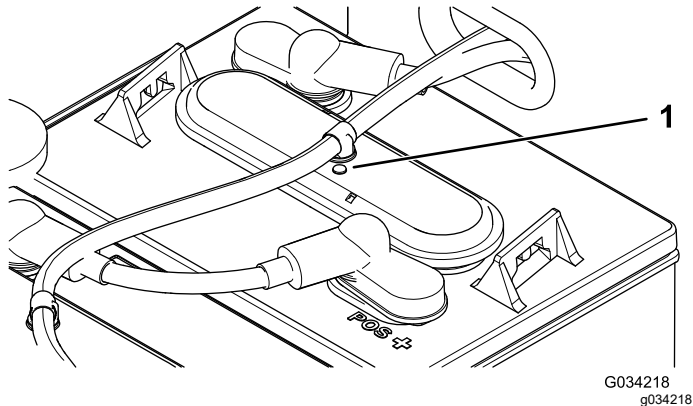

図 37
3. 各バッテリーのアイレットの色黒または白を調べる **図 37**。